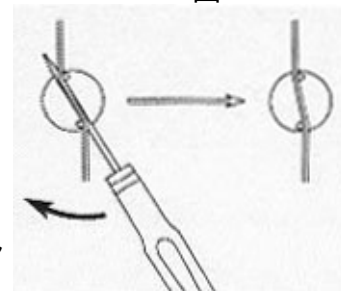

図 15
- ペダルをナチュラルにしてみてください。ディスクが弦を少し深く掴んでいることでしょうか。ドライバーの先をディスクの弦の裏側に入れて音程が正しくなるまでディスクを優しく戻してください (図 15)。